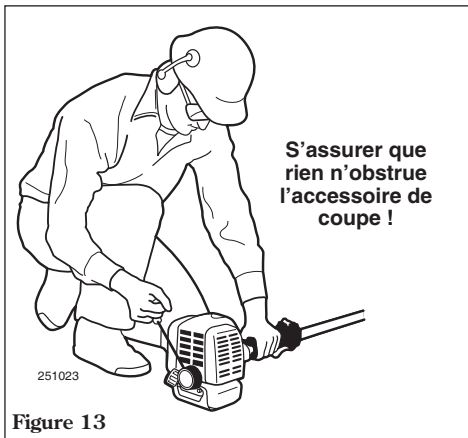

Figure 13
4. Tout en tenant fermement le tube extérieur de la main gauche, de la main droite, tirer sur la poignée du démarreur (vers le haut), lentement, jusqu'à ce que vous sentiez le moteur s'engager. Voir figure 13.